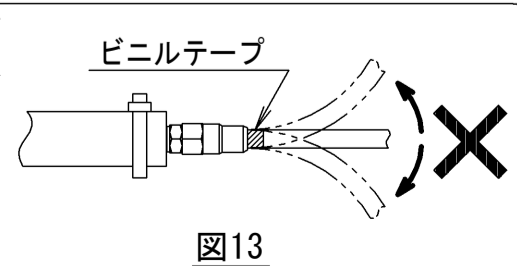

図13
- フレアレスジョイントを接続済みの配管に水平・垂直方向に力を加えないでください(図13参照)